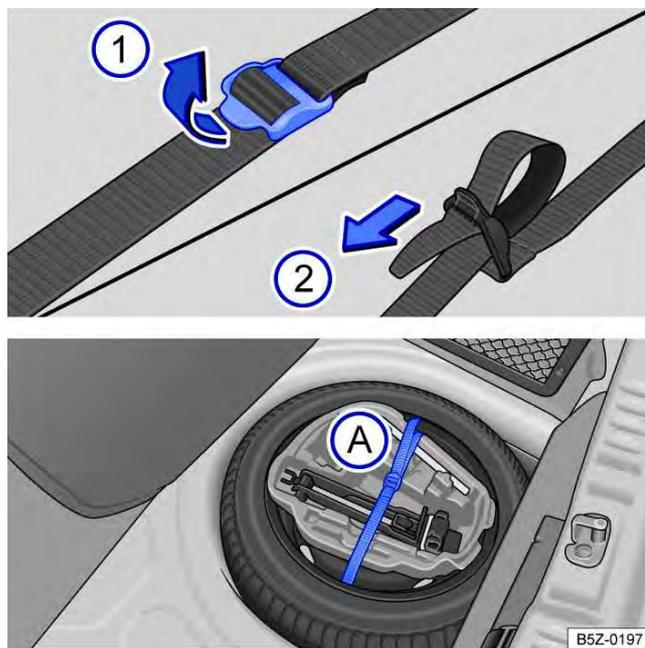

Fig. 132 No compartimento de bagagem: cinta de fixação da caixa de ferramentas e caixa de ferramentas de bordo.
- Para soltar a cinta de fixação → Fig. 132 (A), puxar a fivela no sentido da seta ①.